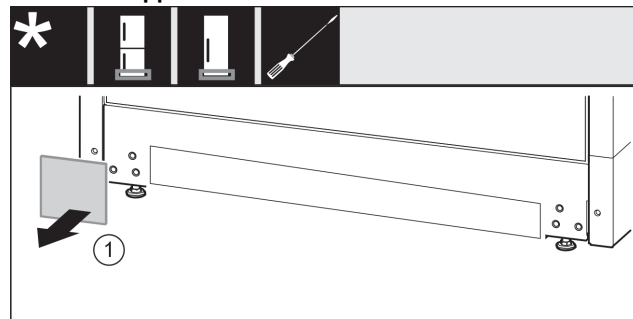

Fig. 18
- Retirer le cache Fig. 18 (1).